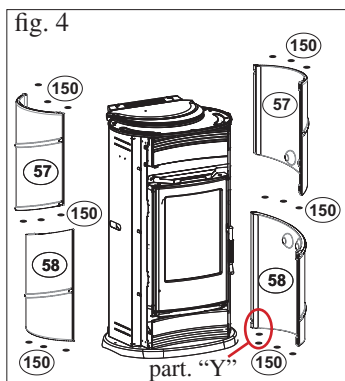

fig. 4
- Chaussez les carreaux de céramique (57-58) sur les plaques (78)
- Intercaler 2 entretoises siliconées (150) dans la partie postérieure entre le socle en fonte et le carreau inférieur droit (58) (voir détail Y - fig. 4).